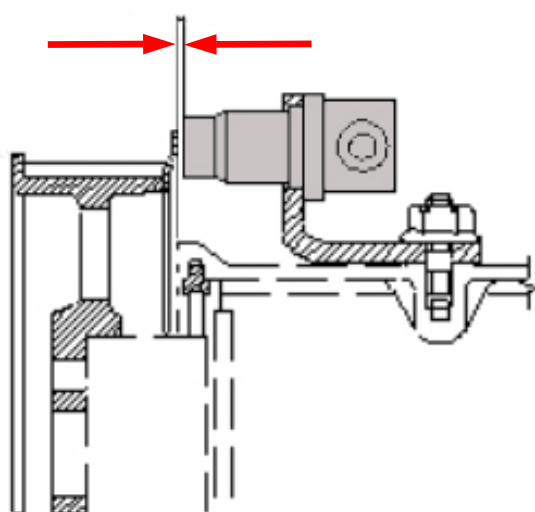

Abb. 2
- Den Halter nun so ausrichten, dass der Abstand zwischen Sensor und der Bezugsmarke am Nockenwellenrad, bei 0,8 –1,5 mm liegt (s. Abb. 2).